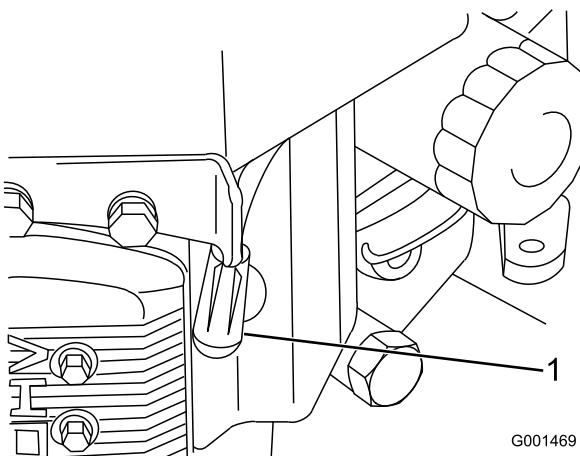

Figura 26
- Desconecte los cables de las bujías (Figura 26).